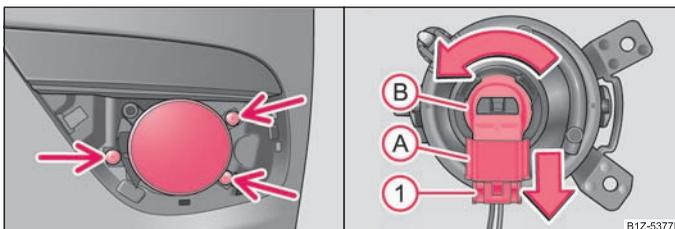

Fig. 196 Pare-chocs avant: Phare antibrouillard /phares antibrouillard: Remplacement de l'ampoule
- Retirez les vis ⇒ fig. 196 - gauche à l'aide du tournevis* qui fait partie de l'outillage de bord²²⁾.